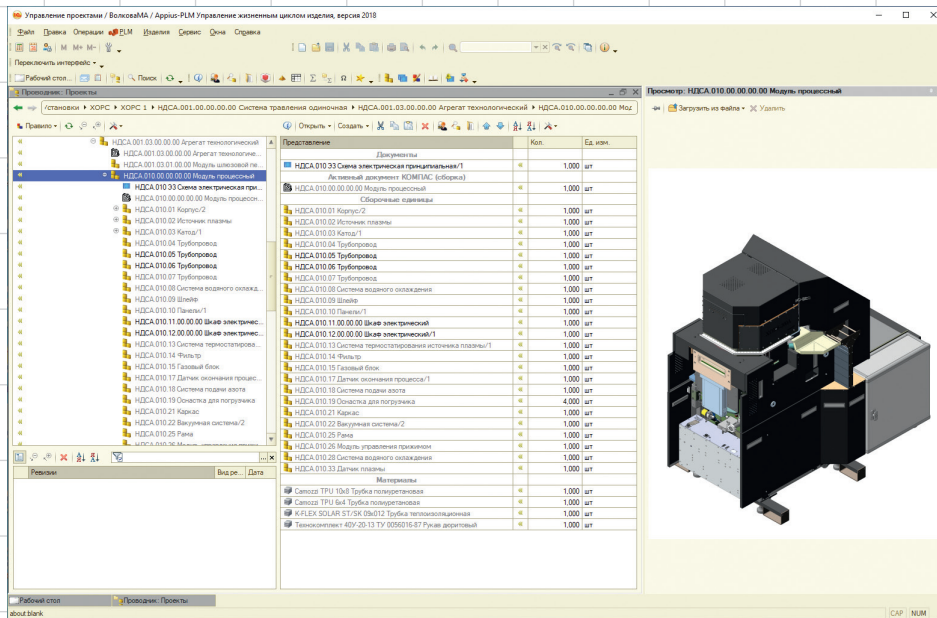

Рис. 1. Проводник PDM-системы
2.053-2013). Это, попросту говоря, база данных, в которой формируется состав изделия, к элементам которой «подцепляются» соответствующие электронные конструкторские документы (см. ГОСТ 2.051-2013). В результате получается как бы проводник, только оснащенный всеми функциями, необходимыми для проектирования: распределение прав, создание ревизий, документированное внесение изменений, ведение доступного и одновременно хорошо защищенного электронного архива и т.п. Вид этого проводника по структуре похож на стандартные конструкторские спецификации (рис. 1). Пользоваться этим удобно, но проблема в том, что сформировать электронную структуру изделия вручную сложно и неэффективно при условии проектирования в режиме 3D-моделирования.